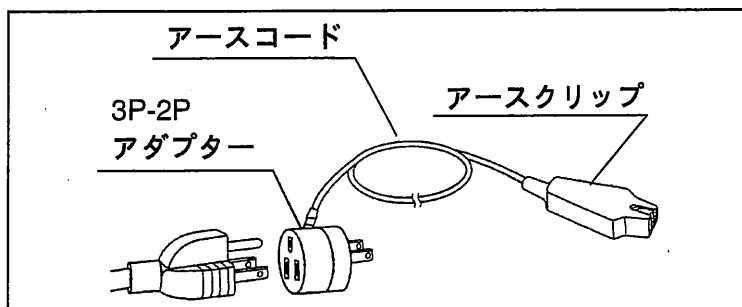

図 3.11
4. 2P コンセントの場合は、付属の 3P-2P アダプターを使用し、アースクリップを接地された金属に確実に接続します (図 3.11 参照)。